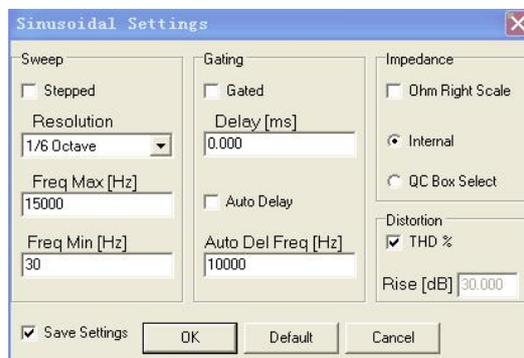

图 10-8
1) 打开正弦波测量模式菜单, 开始频率响测量之前的参数设置; 鼠标点击图标打开参数设置对话框如图10-8